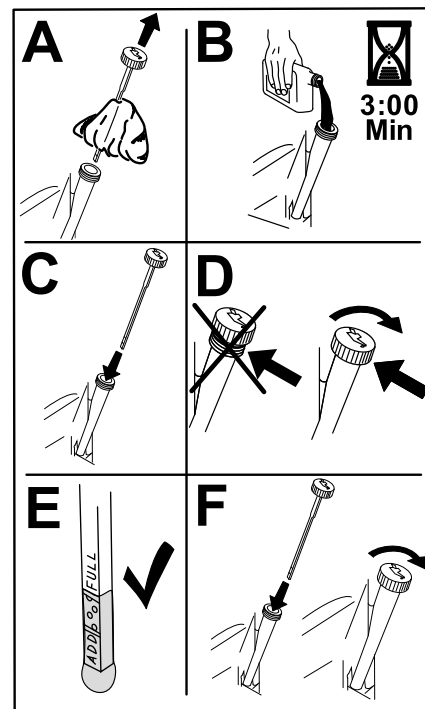

Figura 38
5. Vierta lentamente un 80% aproximadamente del aceite especificado por el tubo de llenado, luego añada lentamente el resto del aceite hasta que llegue a la marca de **Lleno** (Figura 38).